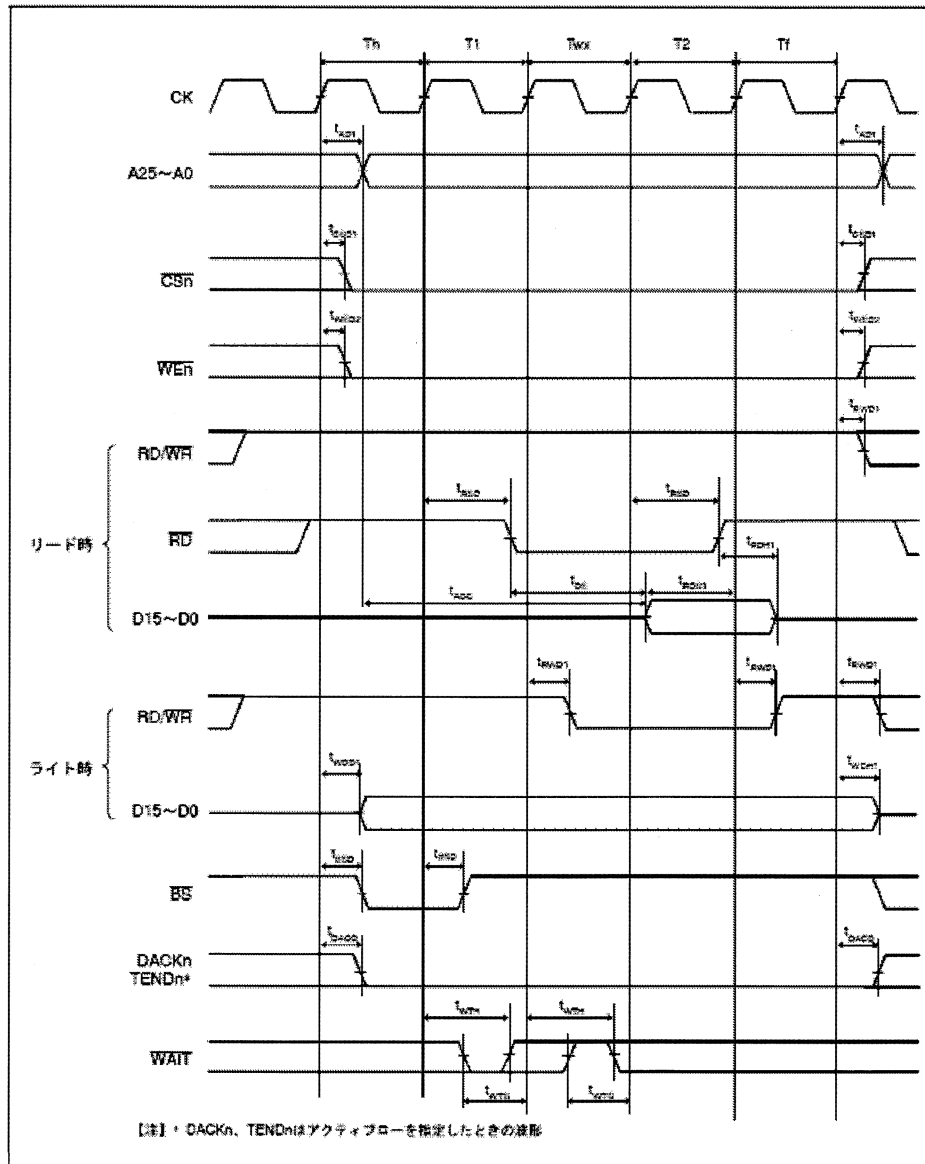

図 27.18 バイト選択付きSRAM バスサイクル (SW=1 サイクル、HW=1 サイクル、非同期外部ウェイト1 挿入、BAS=1 (ライトサイクルWE コントロール))
11. 図 27.18 バイト選択付きSRAM バスサイクル
【訂正前】(ハードウェアマニュアル 第2版 図 27.18)